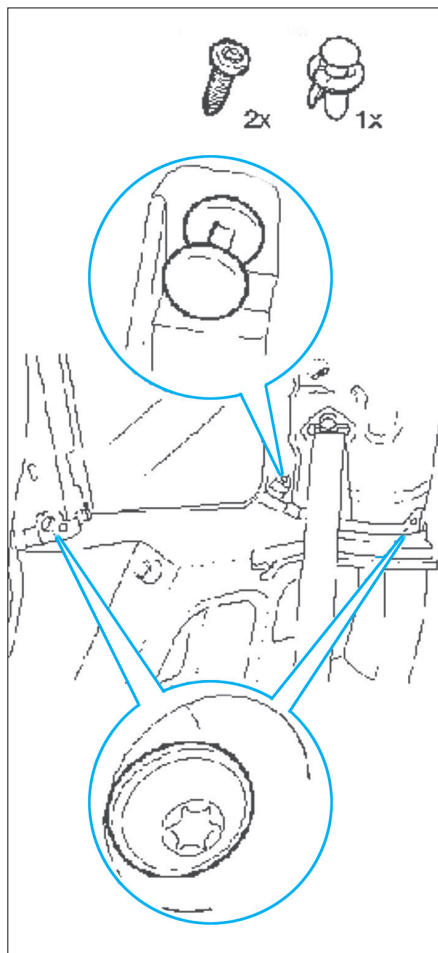

FIG. 4
- Détacher la partie supérieure du revêtement latéral, dévisser les 2 vis et déposer le rivet (Fig.4).